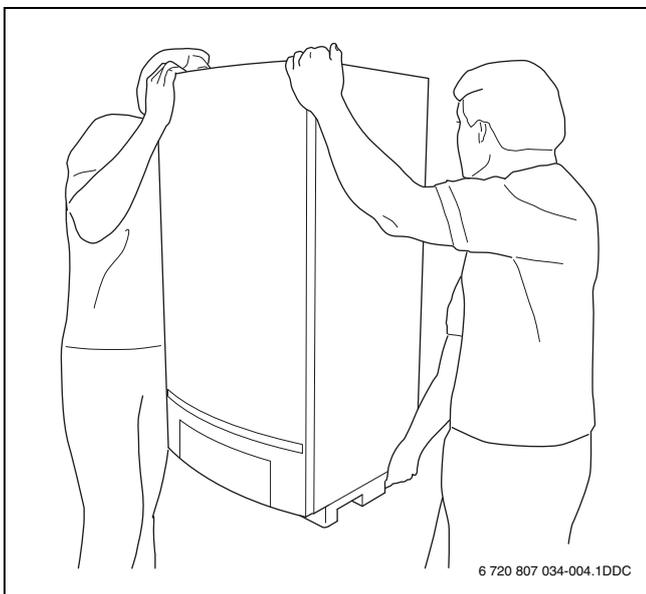

Рис. 9 Правильный подъём и переноска котла
- ▶ Берите котёл только за боковые стороны, а не за панель управления или патрубок отвода дымовых газов (→ рис. 9).